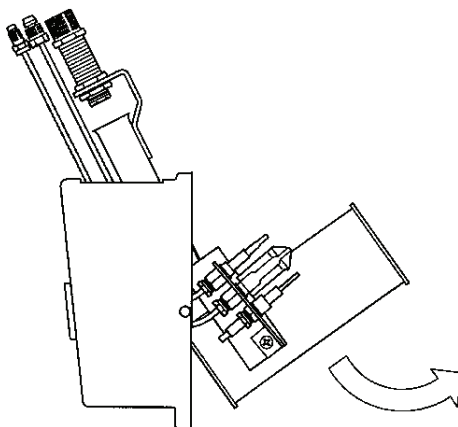
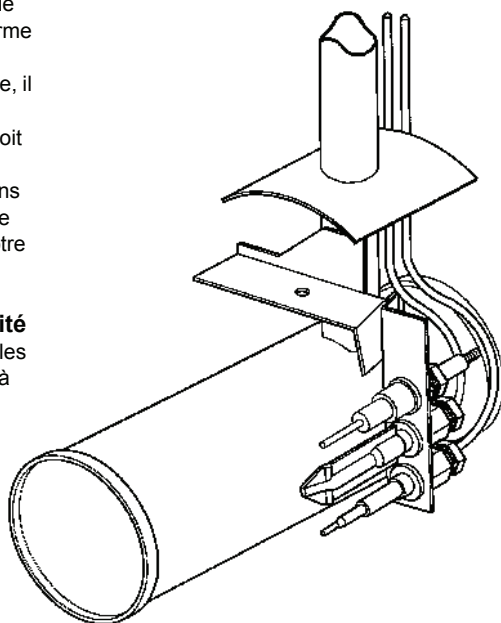

Figure 12- Brûleur
Figure 13- Brûleur
5. Enlevez le brûleur de l'appareil ainsi que le portillon protecteur de la chambre de combustion en les tirant en avant. On peut enlever le brûleur en dévissant l'écrou de derrière et en le faisant basculer du portillon de protection. (cf. figure 12 et figure 13).